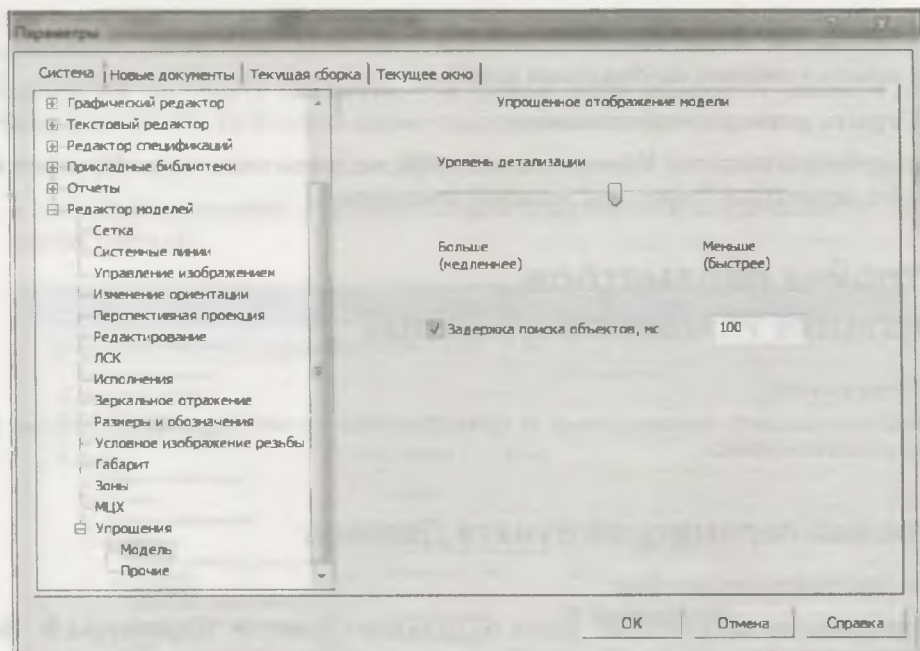

Рис. 27.7. Диалоговое окно Параметры с открытой панелью Упрощенное отображение модели
- ◆ щелкните ЛК по пункту **Модель**. В правой части окна открылась панель **Упрощенное отображение модели** (рис. 27.7), на которой можно настроить параметры отрисовки сборки в режиме упрощенного отображения: